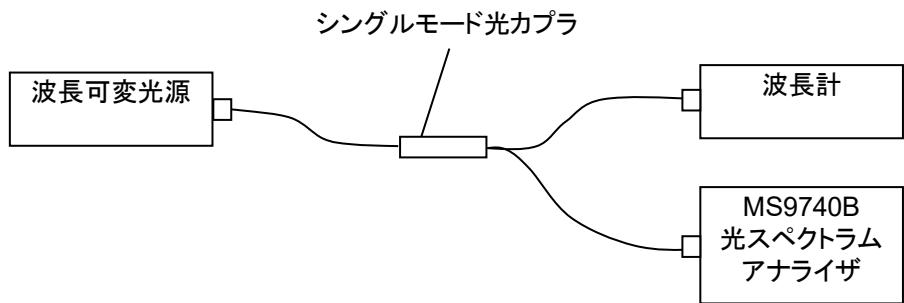

図 7.2.1-1 波長確度性能試験の接続
1. 本器と試験装置を図 7.2.1-1 に示すとおりに接続します。